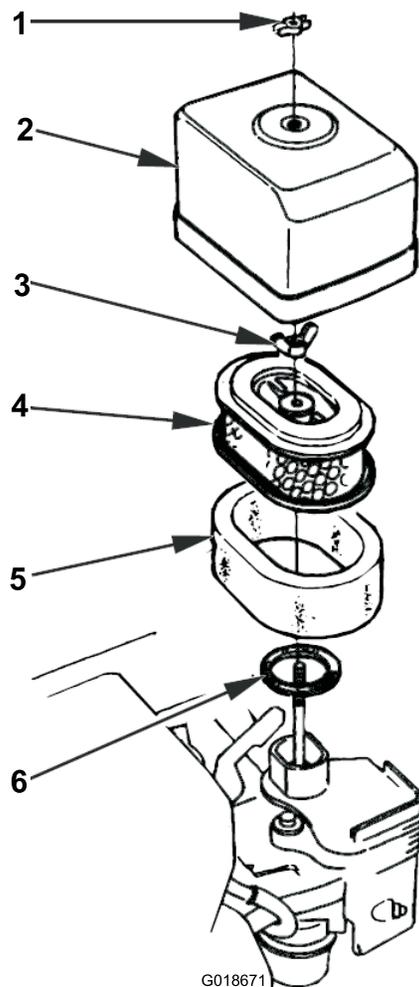

Figure 15
2. Retirez l'écrou à oreilles qui fixent le couvercle au filtre à air et déposez le couvercle. Nettoyez soigneusement le couvercle (Figure 15).
3. Retirez l'écrou à oreilles de fixation du filtre à air et déposez le filtre (Figure 15).
4. Retirez l'élément en mousse de l'élément en papier (Figure 15).